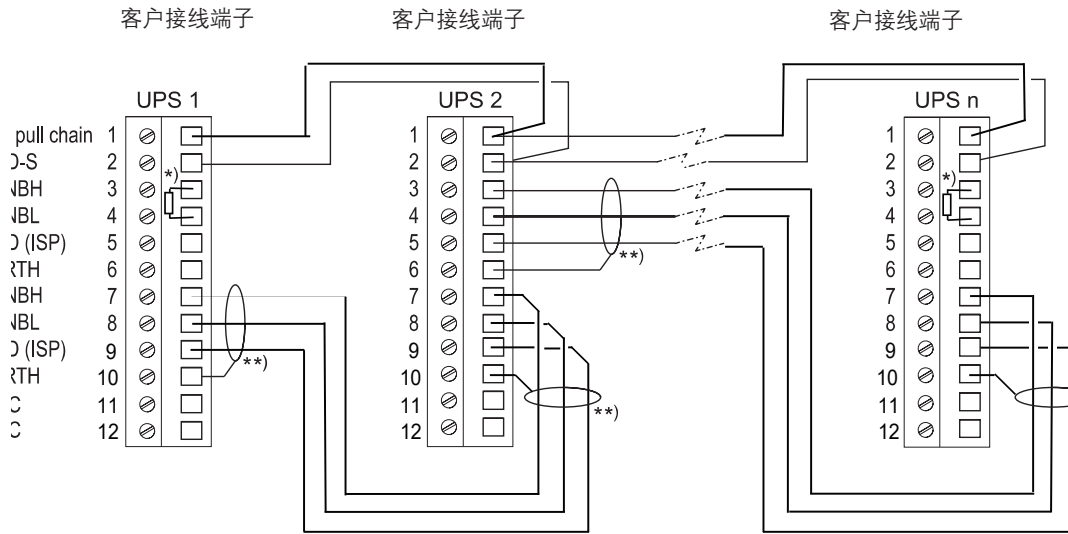
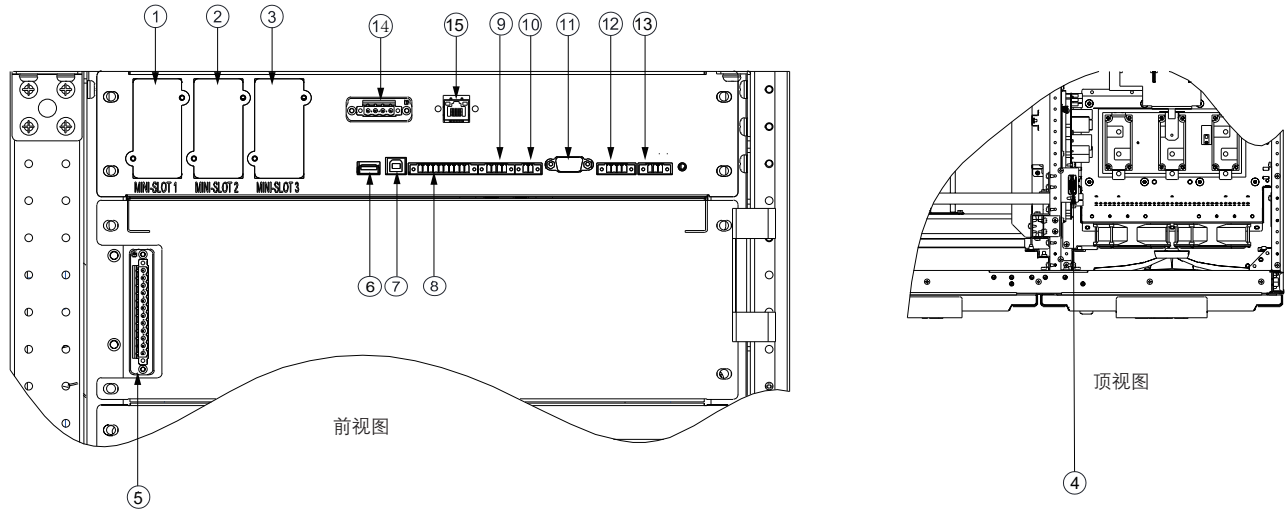

图4-12: 并机UPS的CAN和Pull-Chain的配线
图5-1：通信接口
详细连接器位置请参见图 5-1 通讯接口。
位置请参见图 5-1 通讯接口。
2. 外部并机控制信号的连接是一个 12pin 的端子排，通讯接口位置见 图 5-1，接线示意图见 图 4-10 和 图 4-12；